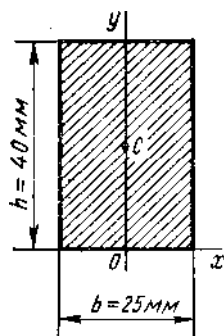

Рис.9
6. Чему равны статические моменты относительно осей x , y прямоугольного сечения, размеры которого показаны на рис. 9?